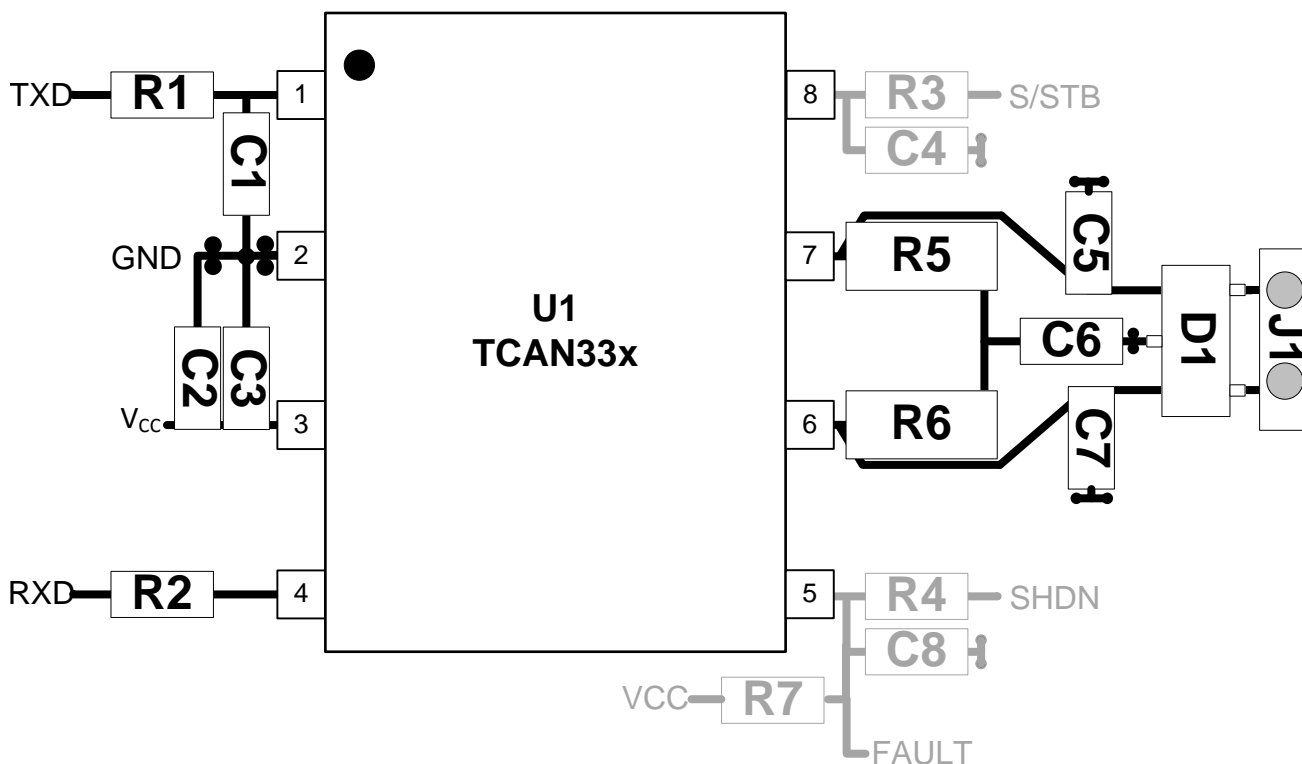

Figure 40. 布局示例
- CANH 和 CANL 的瞬态保护：瞬态电压抑制 (TVS) 和电容 (如 Figure 40 中所示的 D1、C5 和 C7) 可用于提供额外的系统级保护。这些器件必须尽可能靠近连接器放置。这可以防止瞬变电能和噪声进入电路板上的其他网络。
- CANH 和 CANL 的总线端接：Figure 40 显示了分裂端接，其中端接分为 R5 和 R6 两个电阻，端接的中心或分接头通过电容 C6 接地。分裂端接为总线提供共模滤波。当在电路板上而非直接在总线上进行端接时，务必谨慎操作以确保端接节点不会从总线上被移除，否则将因为总线两端端接不当而导致出现信号完整性问题。